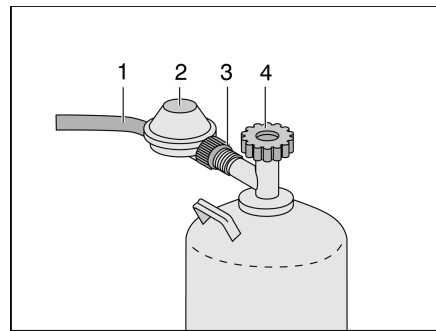

Fig. 172 Raccord bouteille de gaz
- Fermer le robinet principal (Fig. 172,4) de la bouteille de gaz. Observer le sens de la flèche.
- Maintenir le régulateur de pression de gaz (Fig. 172,2) et ouvrir l'écrou moleté (Fig. 172,3) (filetage à gauche).
- Retirer le régulateur de pression du gaz avec la lyre (Fig. 172,1) de la bouteille de gaz.
- Placer le régulateur du gaz (Fig. 172,2) avec le flexible de gaz (Fig. 172,1) sur la bouteille de gaz et serrer à fond l'écrou moleté (Fig. 172,3) (filetage à gauche).